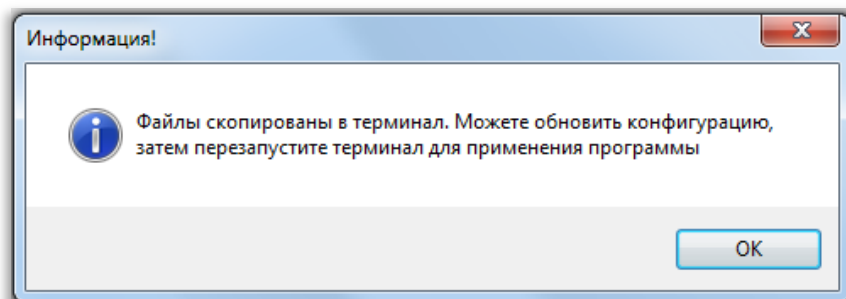

Рисунок 7 – Окончание записи ПО терминала
4.5 По окончании копирования файлов в терминал всплывет информационное сообщение о завершении записи ПО (см. рисунок 7).